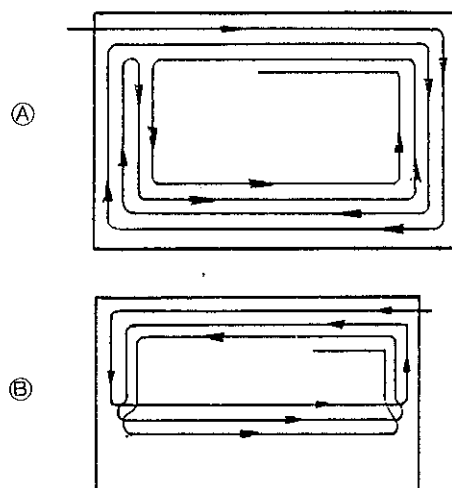

図 29 芝刈方法
小さいほ場で周囲に草を排出してよい場合には反時計回りで図 29 ②のような方法で刈ると無駄がありません。